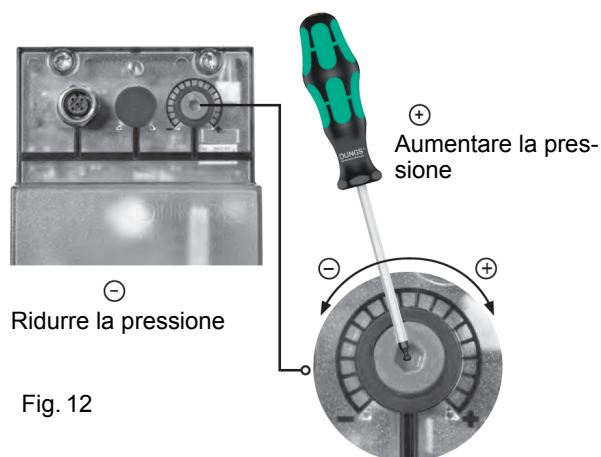

Fig. 12
**ATTENZIONE:** Per impostare la pressione in uscita del regolatore VD-R, agire sull'apposita ghiera di regolazione (Fig. 12)